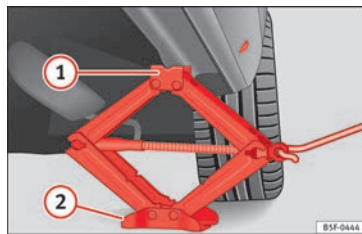

Fig. 76 Longherone: posizionamento del cric del veicolo.
- Ruotare il cric*, posto sotto il punto di appoggio del longherone, e sollevarlo finché la linguetta **1** » » » **fig. 76** non avrà raggiunto l'alloggiamento previsto.